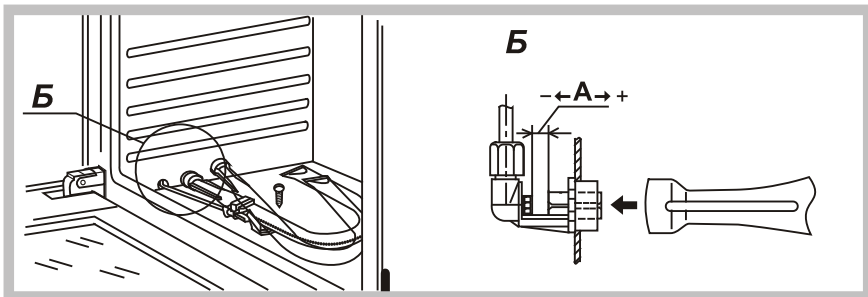

Рис.29
- Выкрутить шуруп и достать горелку из корпуса сопла (рис. 29).